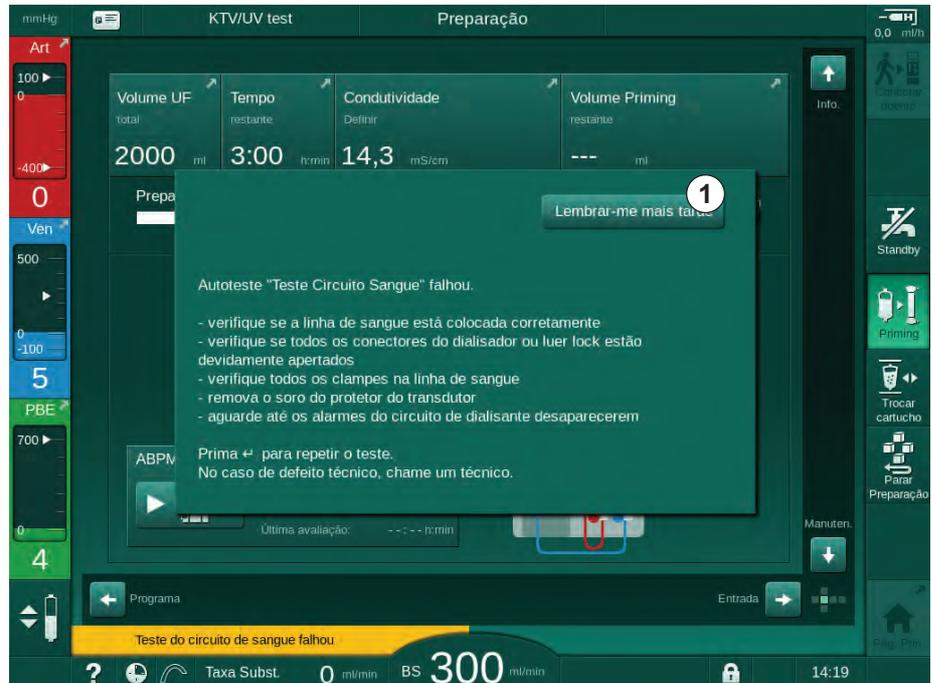

Fig. 12-4 Janela *Lembrar-me mais tarde*
No caso de alguns alarmes e avisos específicos (por ex. alarme SAD ou *O teste do lado do sangue falhou* (1089)), aparece uma janela pop-up indicando informação relacionada ou instruções de manuseamento. Esta janela contém o botão *Lembrar-me mais tarde* (Fig. 12-4, ①) que permite ocultar a janela. Em simultâneo com a janela pop-up, a tecla *Enter* fica iluminada. Execute as ações indicadas.